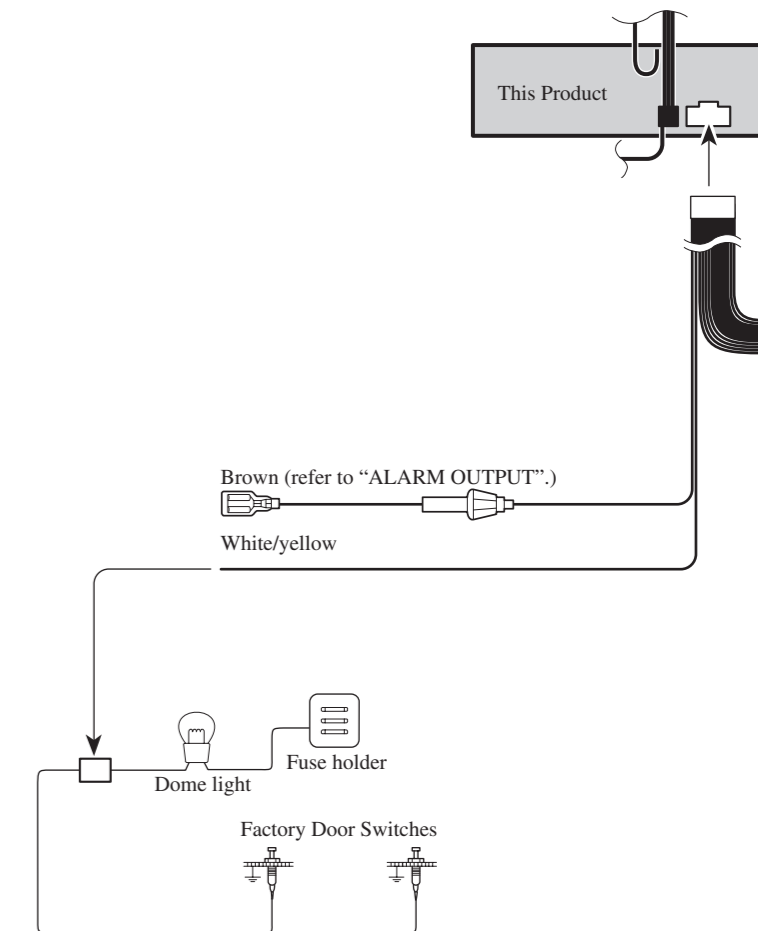

Fig. 4
- White/yellow (DOOR SWITCH)** ..... (Fig. 4 & 5)